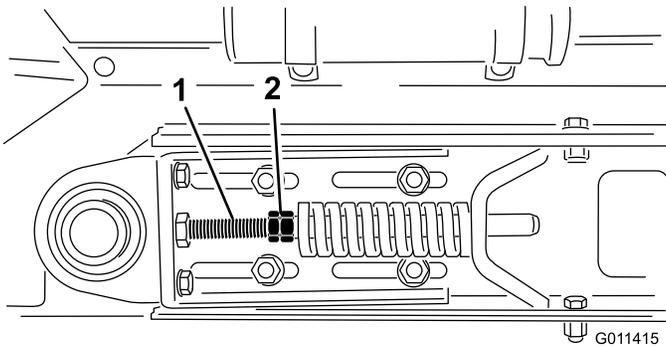

Bild 31
3. Lösen Sie die Klemmmuttern und Muttern an der Spannstange, um die Federspannung zu lösen (Bild 31).